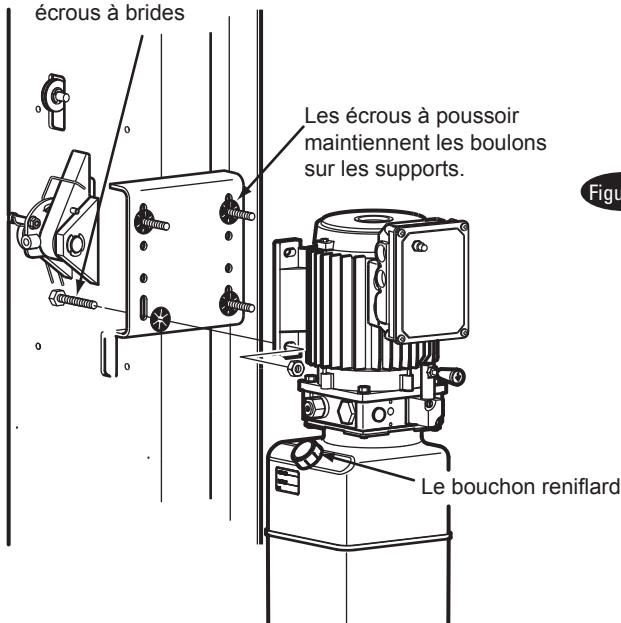

Figure 9
9. Bloc d'alimentation : Placez les (4) 5/16"-18NC x 1-1/2" verrouillage à brides HHCS dans les trous du support du bloc d'alimentation à l'aide des écrous-poussoirs pour les maintenir en place, Figure 9. Montez le bloc avec le moteur jusqu'au support de colonne et installez (2) écrous de blocage à bride de 5/16". Installez et serrez à la main le raccord en T à la pompe jusqu'à ce que le joint torique soit en place. Continuez à serrer l'écrou de blocage entre 10 et 15 lb/pi (14-20Nm), ou jusqu'à ce que l'écrou et la rondelle atteignent le point bas contre le collecteur de la pompe. REMARQUE : Le raccord en T pourra toujours être pivoté. Cela est acceptable à moins qu'il y ait infiltration au joint torique. Si oui, serrer légèrement l'écrou de blocage.